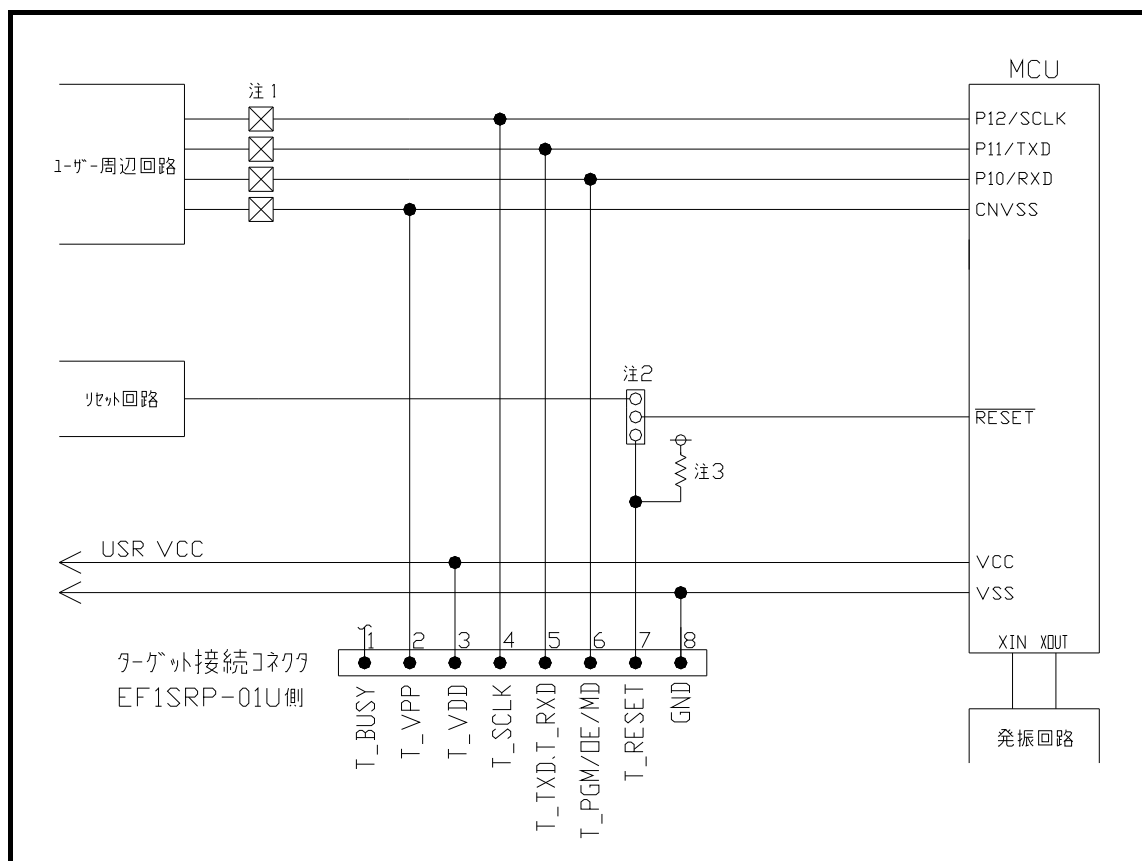

図5.1 ターゲットMCU周辺回路例
(1) 7544グループでのターゲットMCU周辺回路例を図5.1に示します。